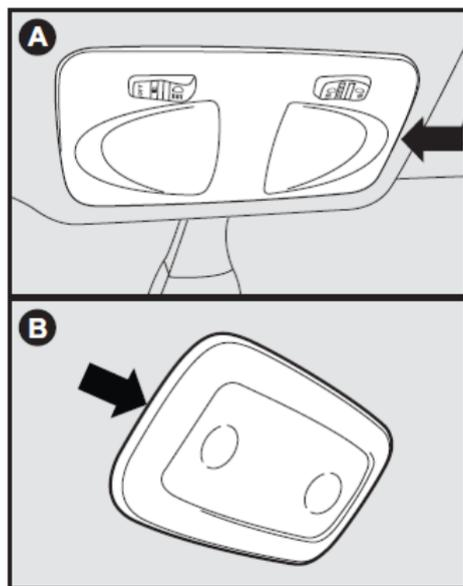
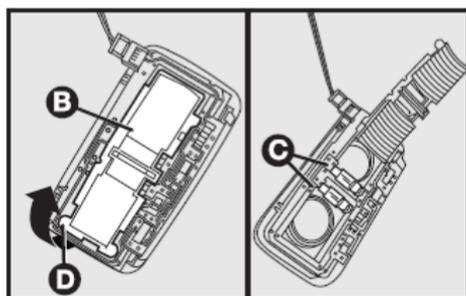

fig. 30
fig. 31
- Utilizando un destornillador (no suministrado) en los puntos indicados por las flechas fig. 30, quite la consola de techo completa que está fijada a presión;
- Para la lámpara A-fig. 30, abra la tapa, en el sentido indicado por la flecha fig. 31;
- Saque la lámpara C-fig. 31 y sustitúyala y luego cierre la tapa B-fig. 31;
Algunas versiones pueden presentar otro tipo de conjunto de luz interna, como el representado en B-fig. 30;